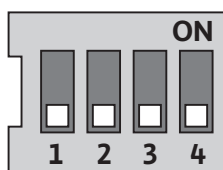

Fig. 23 : Interrupteur DIP
L'interrupteur DIP (fig. 3, pos. 6/fig. 23) se trouve sous le capot de l'appareil.